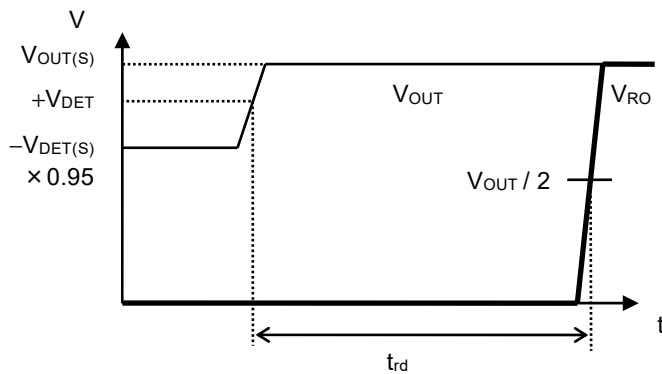

図4 解除遅延時間
*3. V_{OUT} が $+V_{\text{DET}}$ を越えてから実際にRO端子の出力が反転するまでの時間 (図4参照)。この値は解除遅延時間調整コンデンサ (C_{DLY}) で変更可能です。